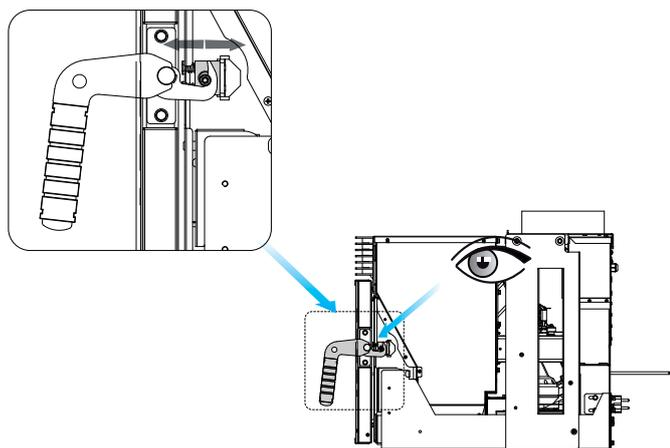

fig. 7.20
- N) Vérifiez le bon fonctionnement du ressort de verrouillage de la porte comme indiqué sur la fig. 7.20